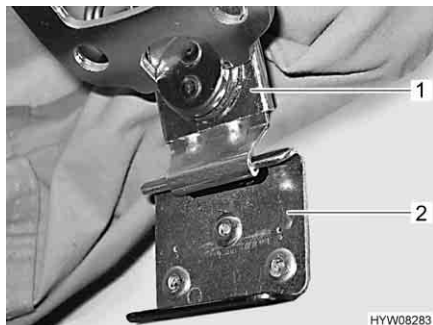

Fig. 43 Bloccaggio
- Tirare verso il basso sui due lati la serratura rapida (Fig. 43,1) e agganciarla nella piastrina di sostegno (Fig. 43,2) (Fig. 43).